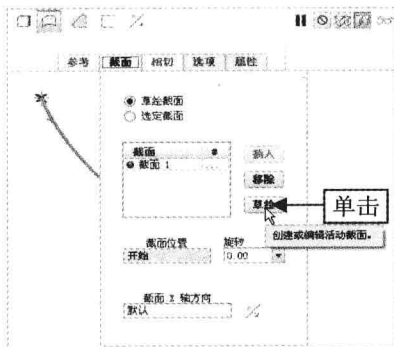

图 9-40 单击“草绘”按钮
Step 02 弹出“扫描混合”选项卡，单击“曲面”按钮，在绘图区选择合适的曲线，单击“截面”按钮，弹出“截面”下滑面板，单击“草绘”按钮，如图 9-40 所示。